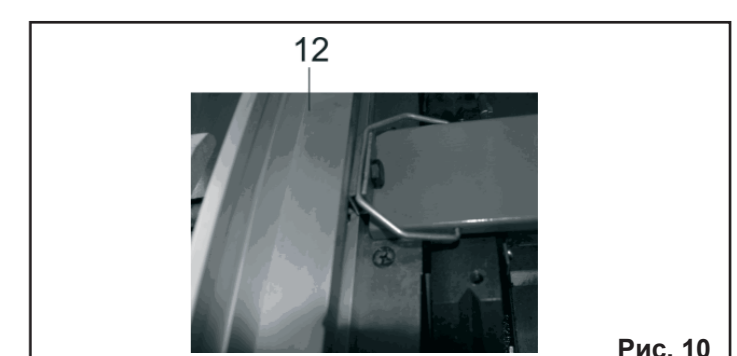

Рис. 10
8.2.10. При использовании строгальной операции защитный кожух крепится в зажиме направляющей планки (12), Рис. 10.